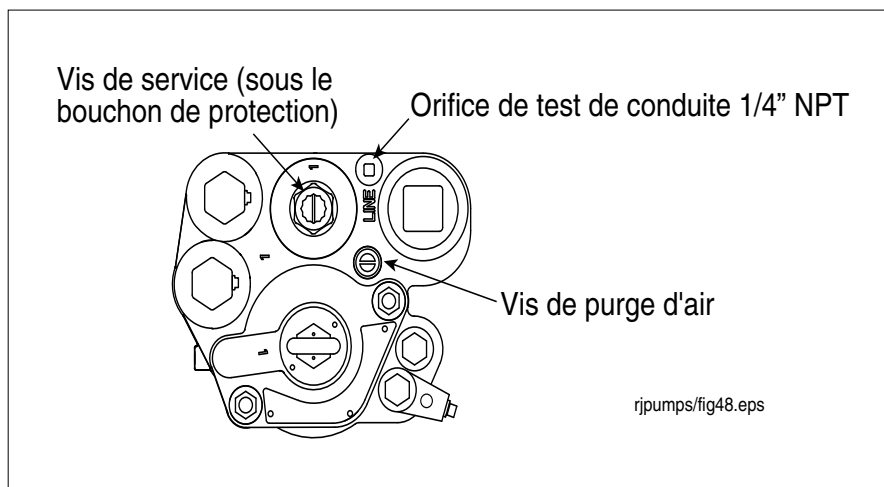

Figure 41. Localisation de l'orifice de test de la conduite de la pompe
- La pression peut être relevée à l'aide d'un manomètre raccordé au clapet antiretour ou à l'orifice de test de la conduite de la pompe (voir la Figure 41).
2. Retirez et conservez le bouchon de protection au-dessus de la vis de service et vissez la vis (voir la Figure 41). Alors que la vis approche de sa position basse, vous entendez le système se dépressuriser. Continuez à tourner la vis jusqu'en butée. Une fois la vis tout en bas, dévissez-la de 4 tours pour lever le clapet antiretour
3. Retirez le bouchon de l'orifice de test de la conduite (voir la Figure 41) et installez la jauge de test.
4. Ouvrez la vis de purge d'air de 2 à 3 tours (voir la Figure 41).
2. Retirez et gardez le bouchon de protection au-dessus de la vis de service et vissez la vis (voir la Figure 41). Alors que la vis approche de sa position basse, vous entendez le système se dépressuriser. Continuez à tourner la vis jusqu'en butée.